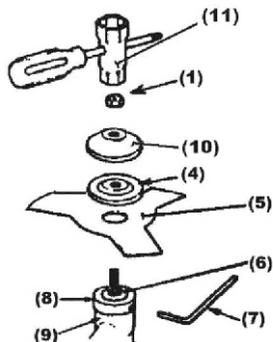

Рис. 6
5.4. Установка дискового ножа (рис. 6)
1. Установите внутренний фланец (8) на выходной вал (6), и поверните так, чтобы ключом (7) через отверстие в корпусе редуктора (9) застопорить его.
2. Установите нож (5) на посадочное место во внутреннем фланце (8).
3. Установите на выходной вал (6) прижимной фланец (4) и наружный фланец (10). Рис. 6
4. Закрутите гайку (1) с помощью ключа (11). Резьбовое соединение имеет левую резьбу, поэтому закручивание произведите в направлении против часовой стрелки.
1. Установите на выходной вал редуктора (2) внутренний, а затем прижимной фланец (см. рис. 6).
2. Зафиксируйте вал от проворота с помощью ключа (11) (см. рис. 6), закрутите кассету с леской (3) против часовой стрелки до упора.